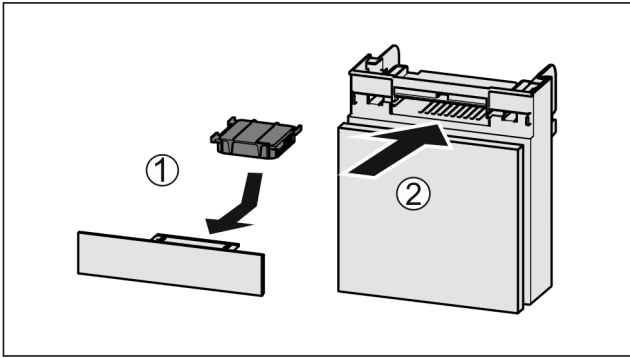

Fig. 123
- Aktif karbon filtresini şekildeki gibi yerleştirin Fig. 123 (1).
- Rafı içeri itin Fig. 123 (2).